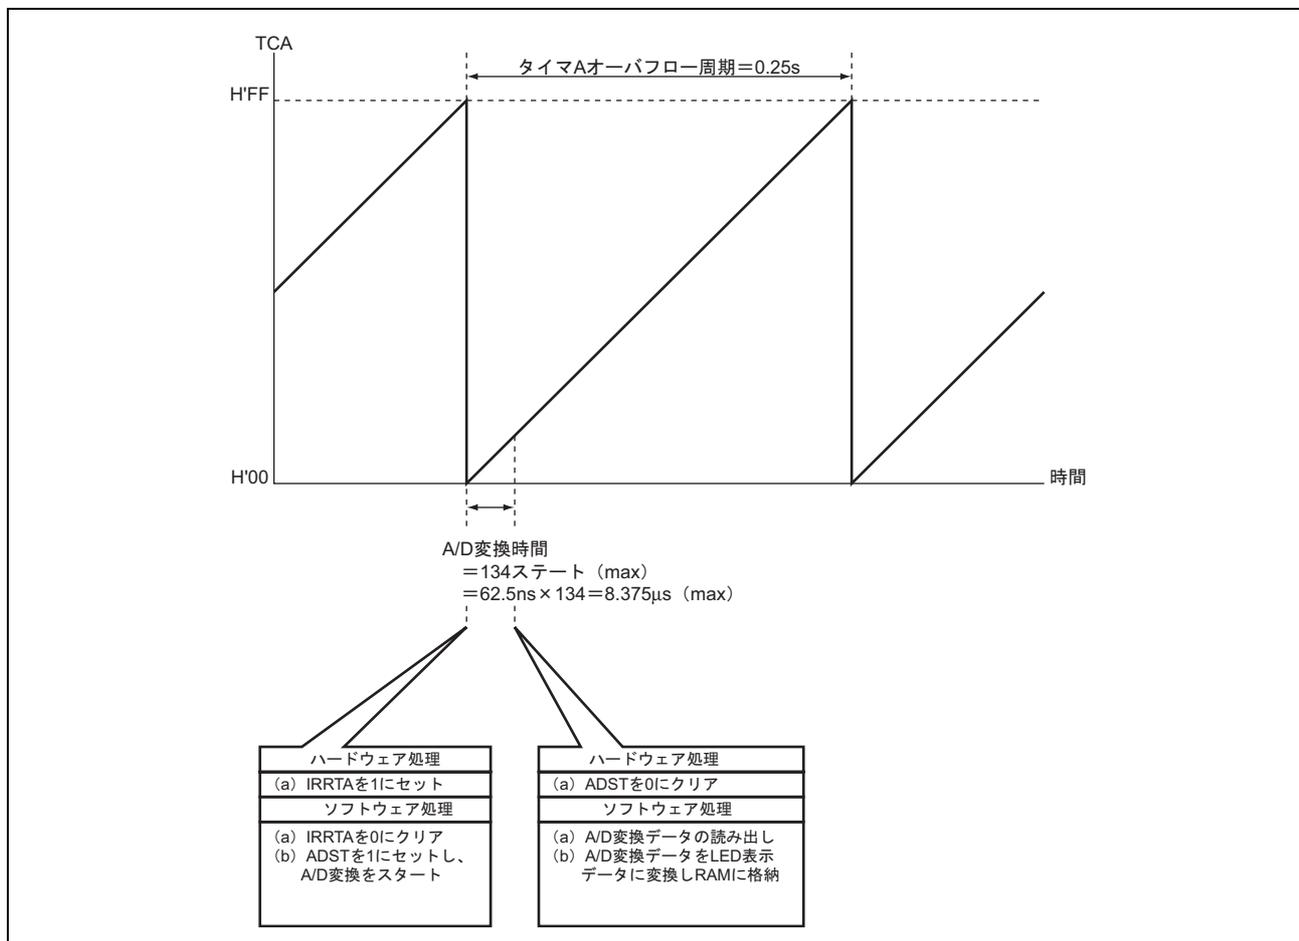

図 3.1 タイマ A を使用した AN0 端子の A/D 変換の動作原理
1. 図 3.1 にタイマ A を使用した、AN0 端子の A/D 変換を行う際の動作原理を示します。図 3.1 に示すように、本タスク例では、タイマ A および A/D 変換割り込みを使用せずにメインルーチンの中で、タイマ A オーバフローフラグ、および A/D スタートフラグをポーリングすることにより A/D 変換周期 (0.25s) を計測し、A/D 変換終了判定を行っています。